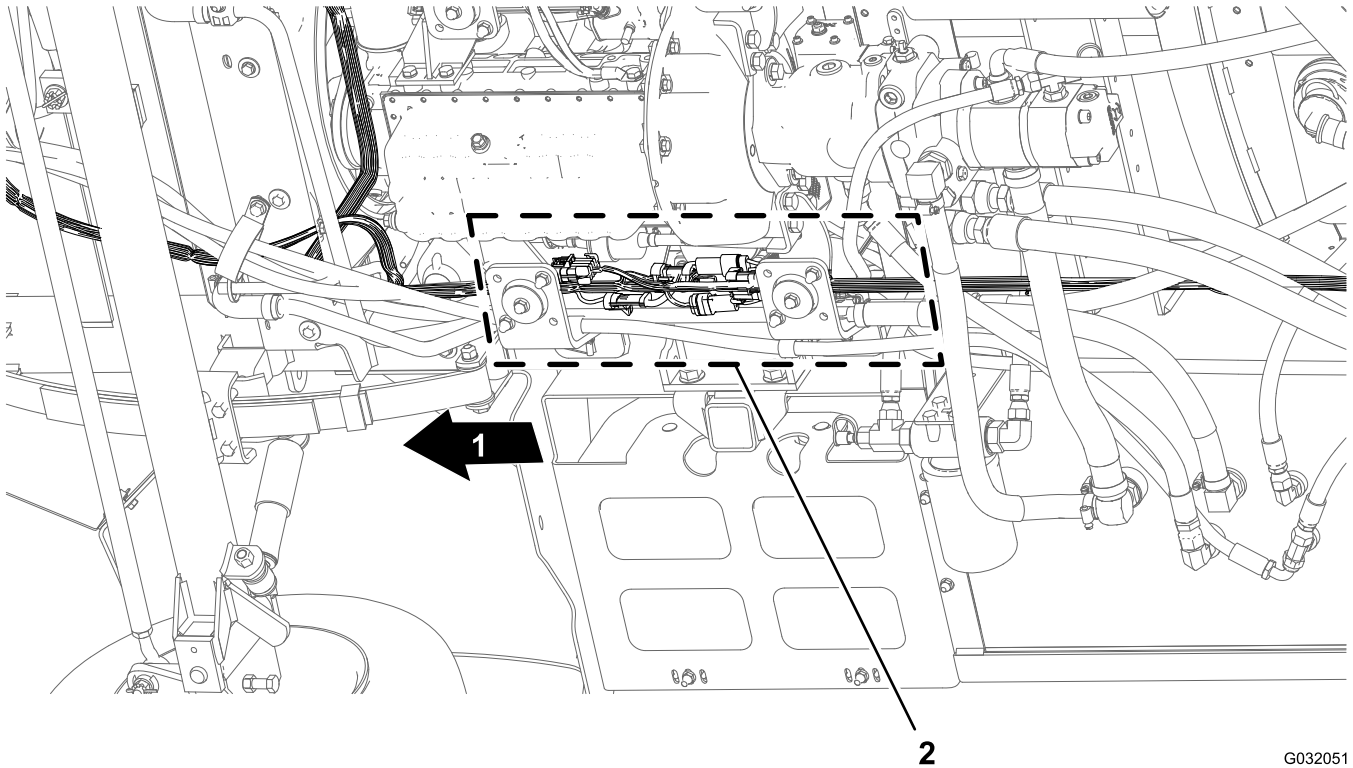

图 14
1. 沿着机器下方的右机架管找到机器前后线束的电气接头 图 14。